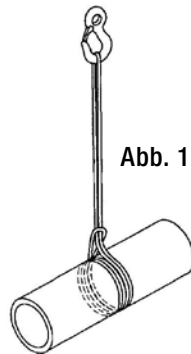

Abb. 1
27. Im Falle einer klemmenden Hebevorrichtung, muss der Winkel größer als 120° sein. Versuchen und Ziehen Sie niemals den klemmenden Punkt mit Gewalt. Der richtige Weg eine doppelt klemmende Rundschlinge zu heben wird in Abbildung 1 dargestellt.